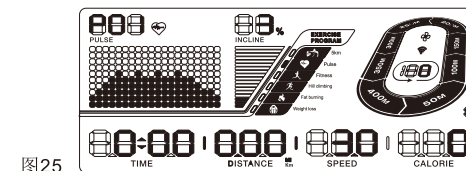

图25
1. 按下面板上心跳程序键,起始速度3公里/小时,起始坡度为3%。最高速度12公里/小时,最高坡度5%。(图25所示)。
2. 我们为您在面板上设置了心跳训练程式快捷键。(图25所示)